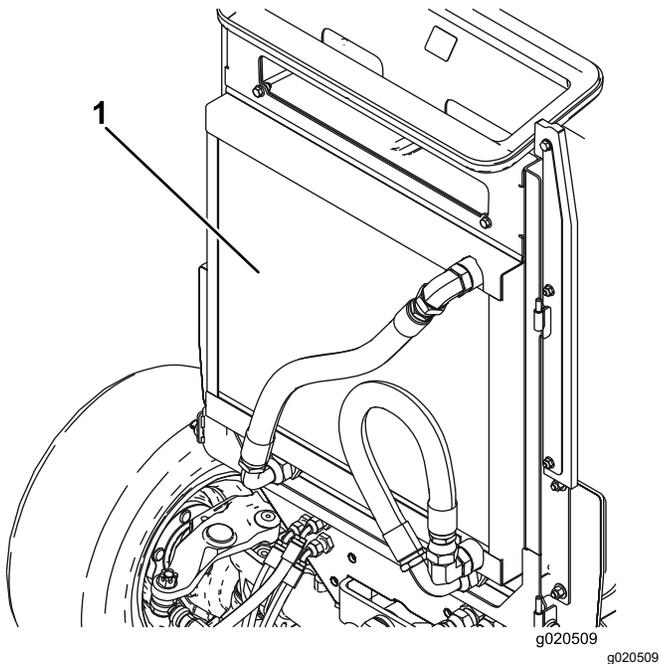

Figura 98
- Limpie a fondo ambos lados de la zona del enfriador de aceite/radiador (Figura 98) con aire comprimido. Empezando en la parte delantera, sople los residuos hacia la parte trasera. Luego, limpie desde atrás, soplando los residuos hacia adelante. Repita el procedimiento varias veces hasta eliminar todos los residuos.